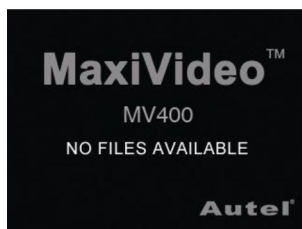

Рис. 25
- ✓ При удалении всех фото и видеозаписей на экране появляется надпись «**No Files Available**» (Файлы отсутствуют) (*рис. 25*).